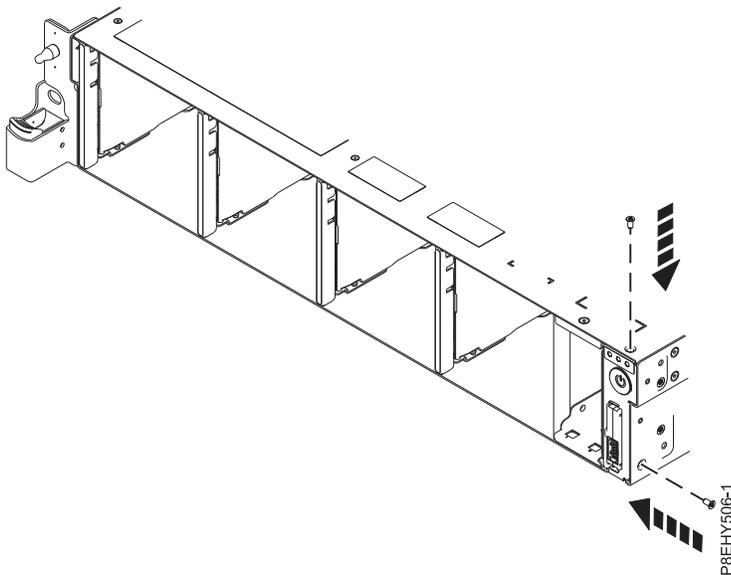

Figure 26. Remise en place des vis supérieure et latérales
5. Remettez en place les vis supérieure et latérales pour l'interrupteur d'alimentation Voir figure 26.